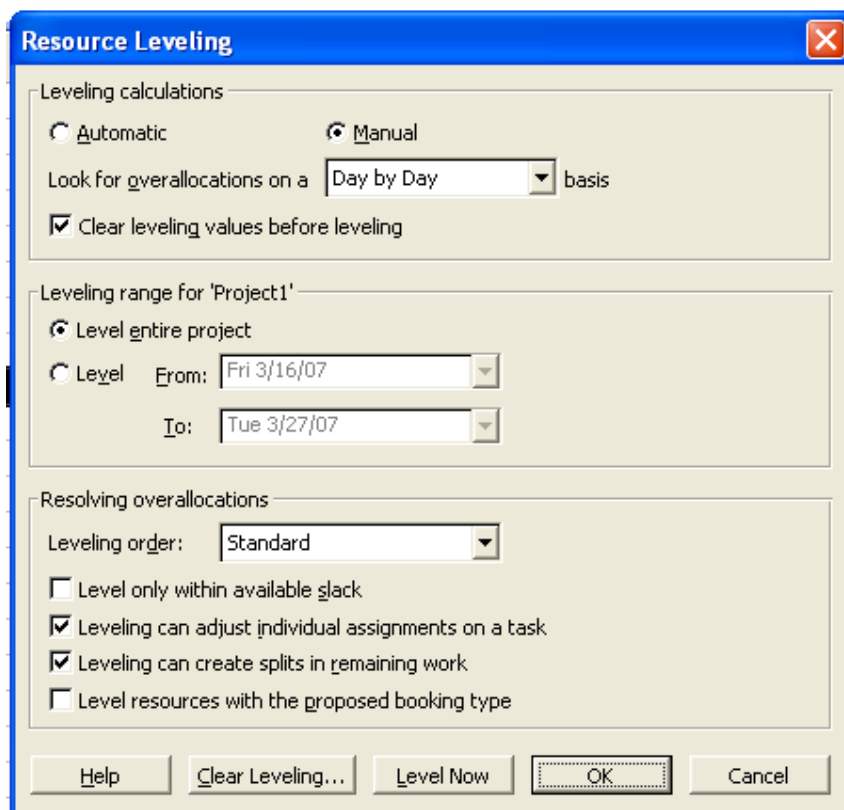

Fig.3.6 Caseta de dialog “Resource Leveling”
2. Se selectează butonul **Level Now**. (Fig.3.6)
2. În caseta de dialog **Resource Leveling** se selectează butonul **Clear Leveling** (șterge nivelarea). (Fig.3.6)
Urmând procedura nivelării automate, în caseta de dialog **Resource Leveling**, (Fig.3.6), din lista derulantă **Leveling order** se selectează **Priority, Standard**.